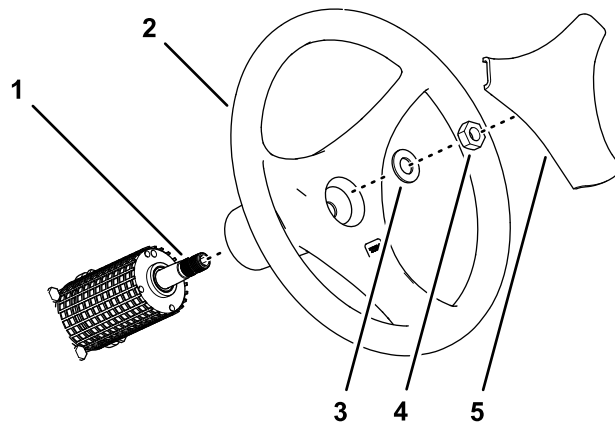

Figura 45
1. Retire la tapa del volante (Figura 45).
2. Retire la tuerca ($\frac{5}{8}$ ") y la arandela ($\frac{5}{8}$ ") que sujetan el volante al husillo de la válvula de dirección (Figura 45).
3. Retire el volante del husillo de la válvula de dirección (Figura 45).